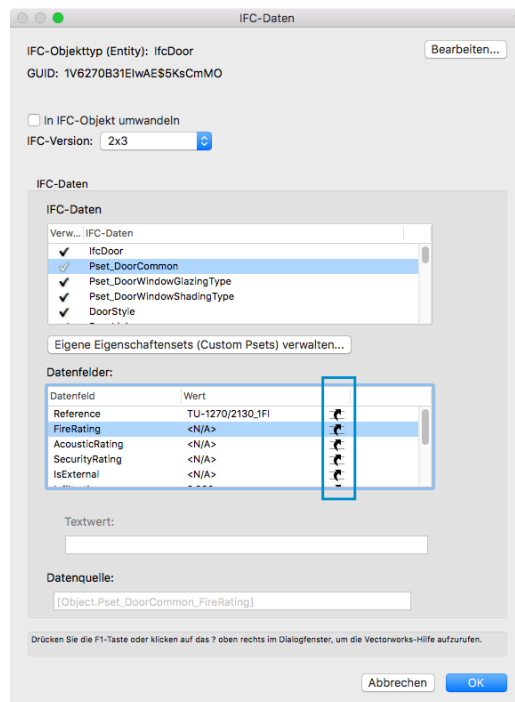

BILD 3C
3. Die Datenfelder oder Werte für die gewählten IFC-Daten und ob der Wert von der Objektinstanz oder von einer IFC-Datenzuordnung stammt (BILD 3C).